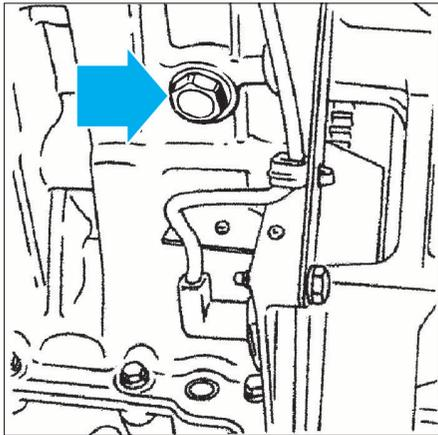

FIG. 20
- Déposer la vis de vidange du carter-cylindres (Fig.20).